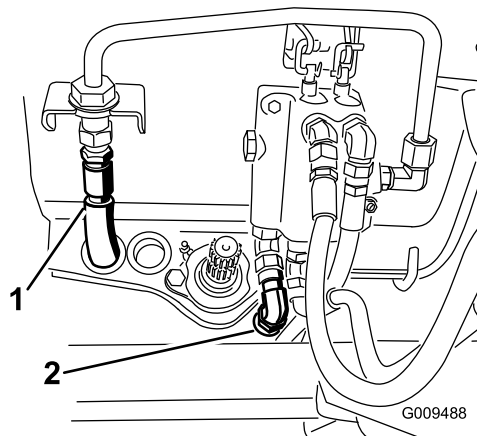

Figura 51
15. Collegate il flessibile idraulico della pressione alla tubazione rigida della valvola e il flessibile del serbatoio alla valvola (Figura 51).